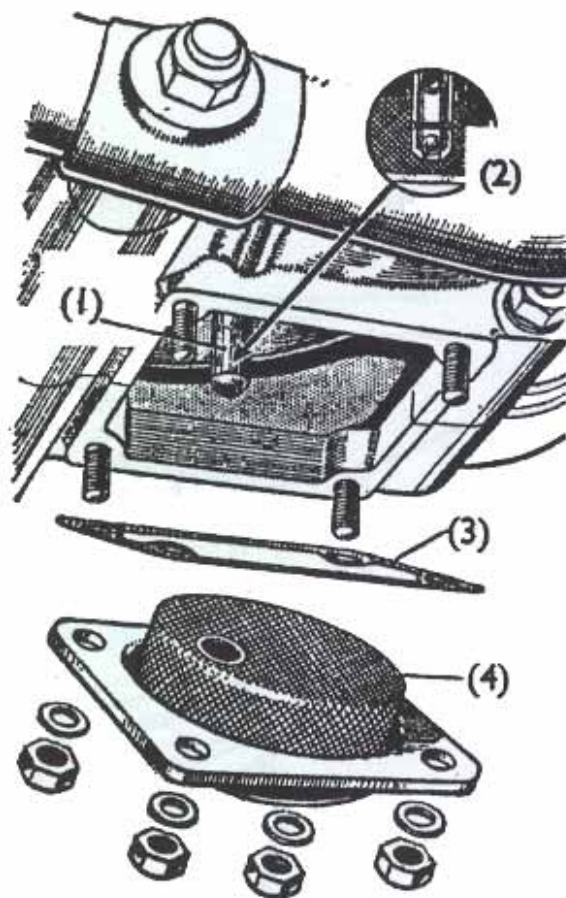

Fig. 2. Filtro del carter e valvola a sfera della pompa.
L'olio, in seguito, passa attraverso un secondo filtro a reticella e si porta al fondo del carter (Fig. 2) ad una piccola coppa, dalla quale viene prelevato da una seconda serie di ingranaggi della pompa, attraverso la valvola a sfera, (Fig. 2), e riportato al serbatoio. Togliendo il tappo di rifornimento quando il motore è in marcia, l'olio di recupero è visibile mentre fuoriesce dal tubo (Fig. 1). L'olio, probabilmente, contiene bollicine d'aria; questo comunque non deve allarmare, inquantochè è una condizione normale, dovuta alla maggior capacità della pompa di recupero. **Qualora non si notasse flusso d'olio dal tubo, arrestare immediatamente il motore e analizzare la causa del difetto (vedasi "Valvola a sfera della pompa", pagina 12).**
Quando si smonta il filtro del carter per la pulizia, verificare la valvola a sfera (C) Fig. 2, inserita nel tubo di aspirazione della pompa. La sfera deve potersi muovere con libertà nella sede; questo si verifica inserendo un filo metallico nell'orifizio della valvola. Se la sfera è bloccata nella sede, impedisce il ritorno dell'olio al serbatoio. D'altra parte, se si nota un eccessivo volume d'olio nel carter a seguito, per esempio, di una fermata prolungata, questo può essere causato dalla sfera che non appoggia debitamente sulla sede, per via della presenza di sostanze estranee, e lascia che l'olio passi al carter, attraverso la pompa.